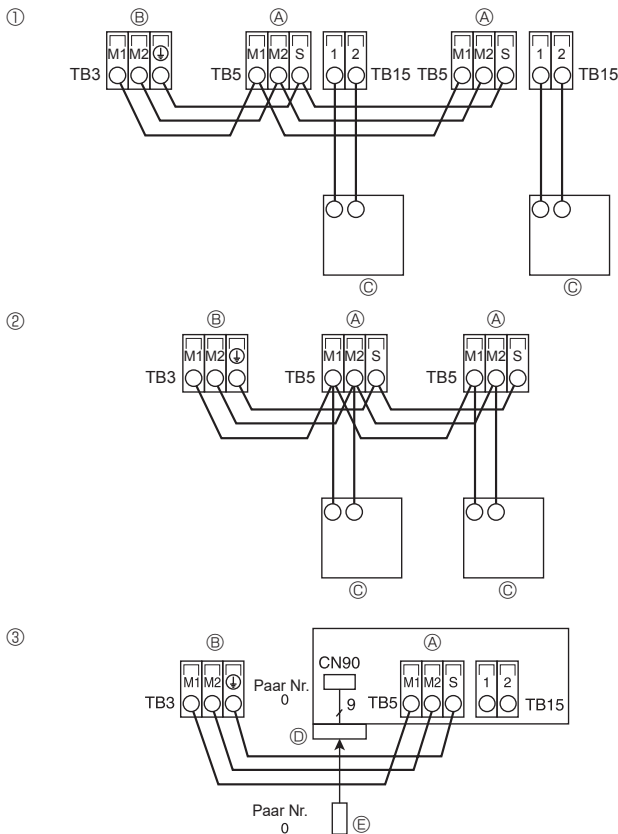

Fig. 5-9
5.5. Anschluß der Fernbedienungs-, Innen- und Außenübertragungskabel (Fig. 5-9)
① MA-Fernbedienung
② M-NET-Fernbedienung
③ Drahtlose Fernbedienung (bei Einbau eines Funksignalempfängers)